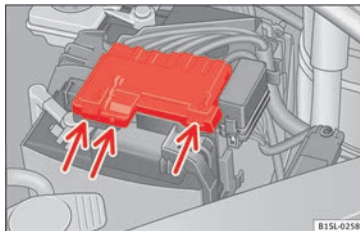

Fig. 172 Dans le compartiment moteur : retirez le couvercle de la batterie du véhicule.
- Appuyez sur les languettes » **fig. 172** (flèches) dans le sens des flèches et retirez vers le haut le cache de la batterie.